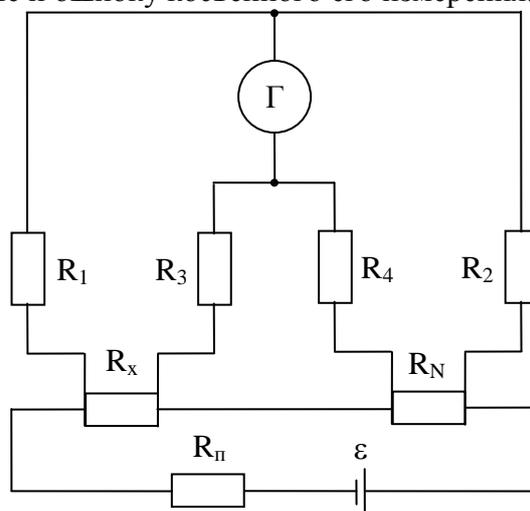

Рис. 3.
21. Равновесие двойного моста постоянного тока (рис. 3) имеет место при следующих значениях сопротивлений, из которых составлен мост: $R_1 = R_3 = 200$ Ом, $R_2 = R_4 = 100$ Ом, $R_N = 0,001$ Ом. Сравняющим устройством является магнитоэлектрический гальванометр. Определите сопротивление R_x , при котором мост уравновешен.